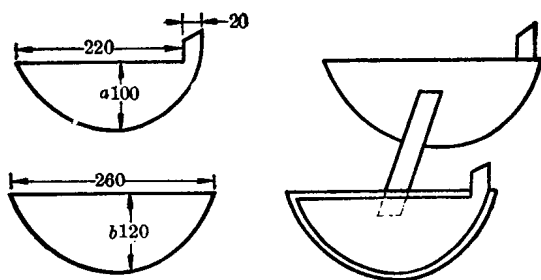

图 6 倾动板
2. 按图 6 作倾动板。用厚 10 mm 木板作两块(a), 在倾动板背面各钉一块铅皮(b) (以防小车滑出)。并用宽 30 mm, 厚 15 mm, 长 200 mm 的一条木块将其联结起来。待将炉体连同小车一起安放在上面;